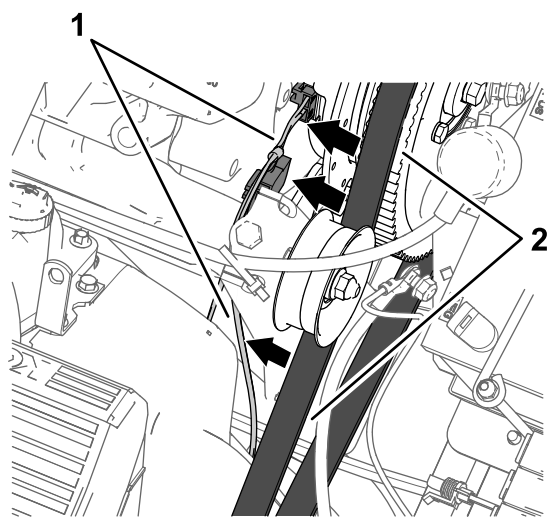

Bild 170
4. Verlegen Sie den Kabelbaumzweig (84 cm) gegen den Motor und die Sprühpumpe, sodass der Kabelbaum nicht den Lichtmaschinenriemen berührt (Bild 170).